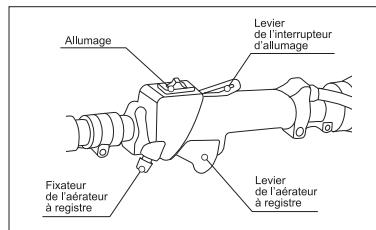

fig. 10
5. Mettez l'interrupteur d'allumage, situé sur le guidon, en position "ON"/1. En pressant sur un levier du coupe-circuit, pressez sur le levier de l'aérateur à registre (levier d'accélération) et fixer le à l'aide d'un fixateur (fig. 10).
1. Déclenchez l'allumage avec un disjoncteur situé sur le guidon (fig. 10).
2. En pressant sur le levier de l'interrupteur, pressez sur le levier de l'aérateur à registre (levier de l'accélérateur) et fixez-le en position pressée à l'aide d'un fixateur (fig. 10).